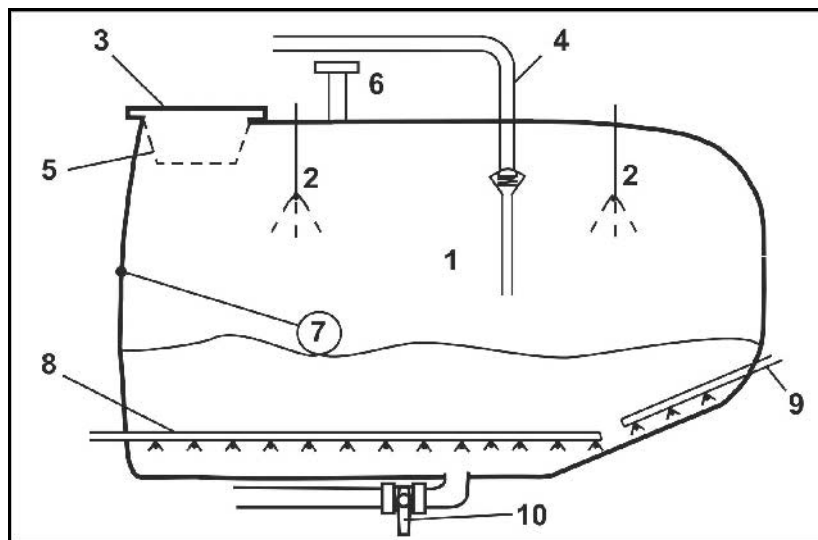

Bild 43
- Markeringen (Bild 43/1) på stödfoten kan avläsas när stödfoten är upplyft.